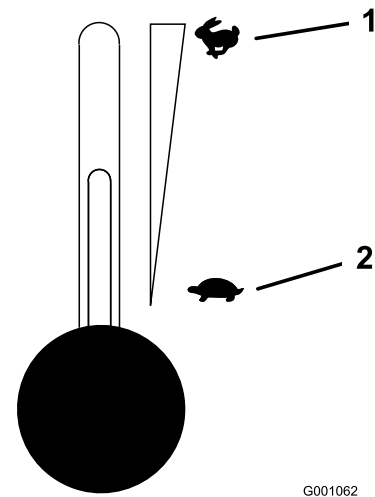

Figure 16
- Régalez la manette d'accélérateur à mi-course entre les positions bas et haut régime (Figure 16).